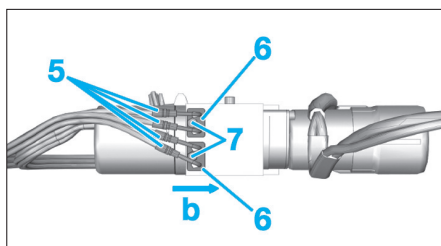

Fig. 103
- Dégager le groupe hydraulique (4).
- Déposer les vis de fixation (7) (Fig.103).